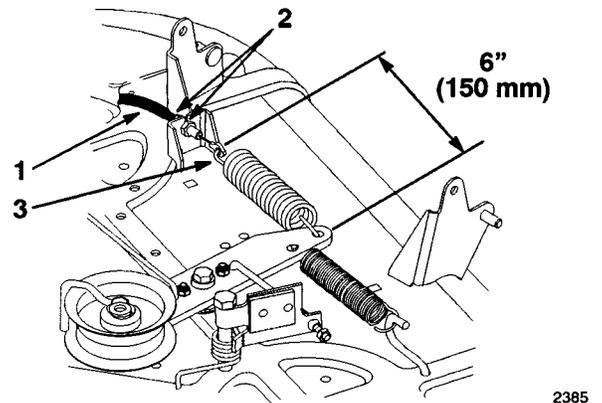

Bild 47
12. Den Messerschalthebel (ZWA) am Armaturenbrett einschalten. Den Abstand zwischen den Hakenenden der Mitläuferfeder messen (Bild 47). Die Klemmuttern so einstellen, daß ein Abstand von 150 mm resultiert (Bild 47).